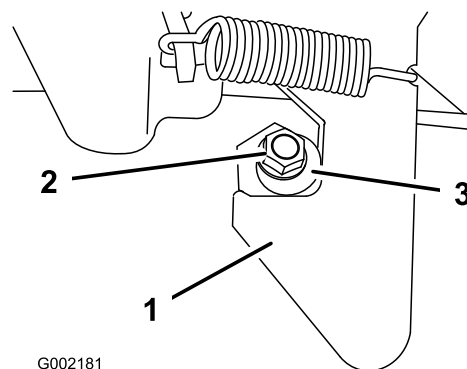

図 69
1. ラッチポストの端についているロックナットをゆるめる 図 69。
2. ラッチポストを右回りに回転させてラッチのフック部にちょうど嵌るようになる 図 69。